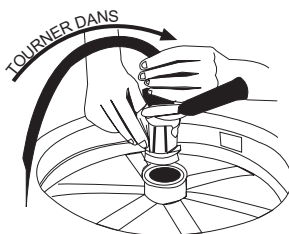

fig. 2
2. Branchez l'extrémité ouverte de la conduite d'air rouge au raccord destiné au tuyau situé sur le manchon de raccordement. Ensuite, fixez le tuyau autobloquant à pression afin de vous assurer qu'il ne présente aucune fuite. Utilisez les pinces pour fixer fermement le serre-câble afin qu'il n'y ait pas de fuite. (voir figure 2)